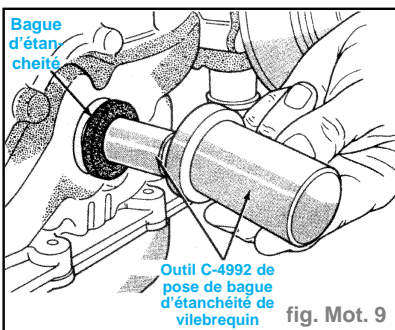

fig. Mot. 9
- Poser la bague d'étanchéité du vilebrequin (fig. Mot. 9).